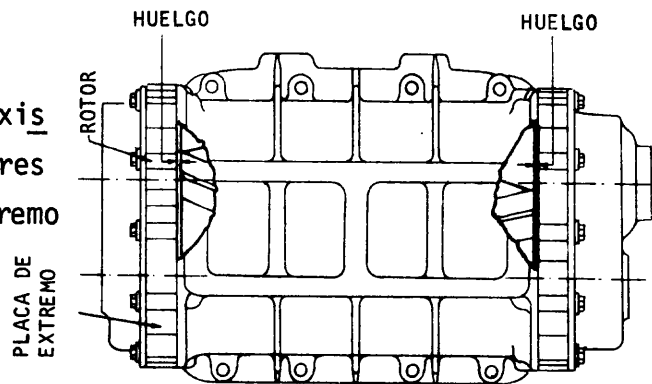

Fig. 15
- a  Compruebe el huelgo existente entre los rotores y las placas de extremo (fig. 15).